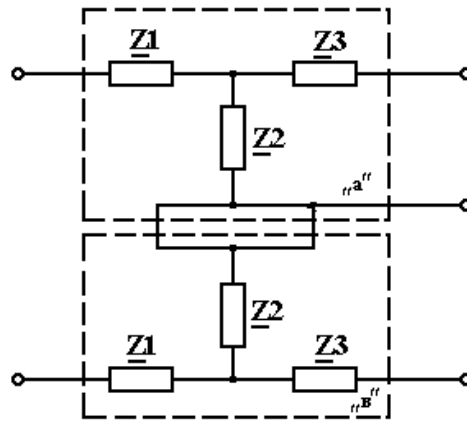

Рис.5.15
5.1. Схема составного четырехполюсника (соединение последовательно-параллельное с учетом выполнения регулярности соединений) (рис.5.15).